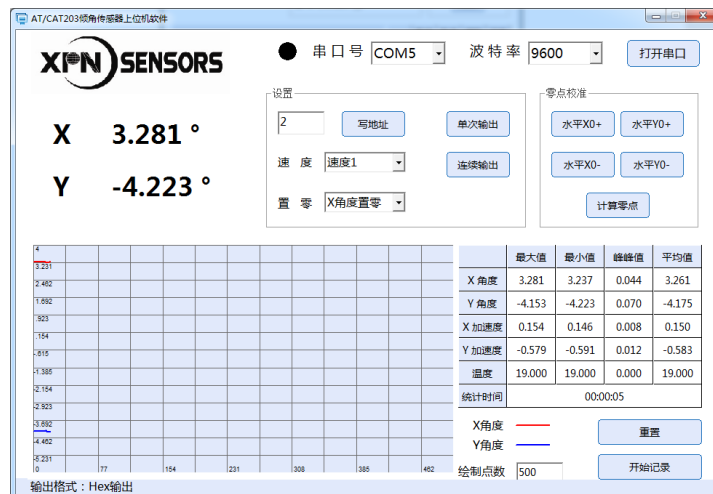

图 5-1-2
(4) 选择正确的串口号和波特率值。
(5) 点击“打开串口”按钮，成功后串口状态指示由黑色变为绿色，同时界面显示传感器输出的角度值，角度曲线，数据分析值等，界面如图 5-1-2。